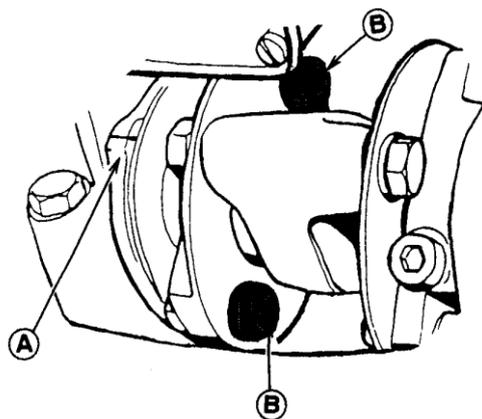
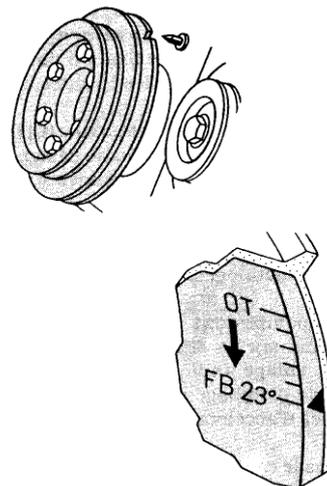

Fig.30
Fig.31
## e.2) Calage à l'aide des repères (fig.30 et 31)
Par l'intermédiaire du vilebrequin, tourner le moteur dans le sens normal de rotation pour amener le cylindre de référence (précisé par le constructeur au point de calage (fig.31). Contrôler, et si nécessaire ajuster, l'alignement des repères de calage frappés sur l'entraînement de la pompe (A) (fig.30). Pour une intervention desserrer les vis (B).